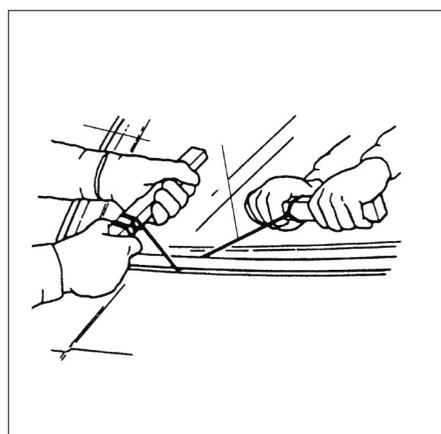

FIG. 2
• Avec l'aide d'un second opérateur, découper l'adhésif de pare-brise **(Fig.2)**.
- Avec l'aide d'un second opérateur, découper l'adhésif de pare-brise (**Fig.2**).